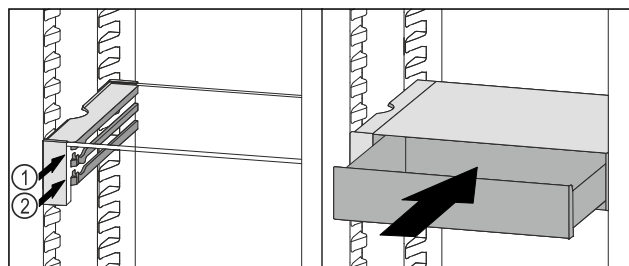

Fig. 117
- 将 VarioSafe 抽屉放置在所需肋梁 Fig. 117 (1) 或 Fig. 117 (2) 上的止动器后面。